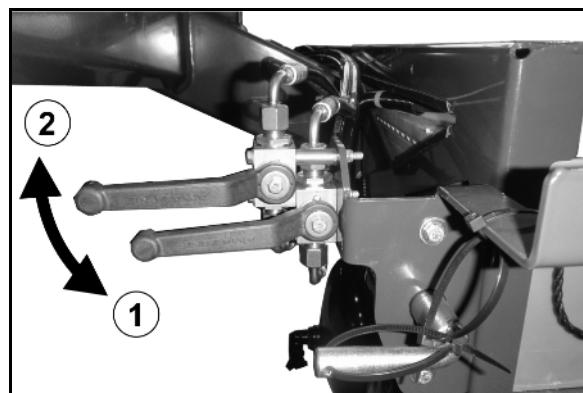

Рис. 26
- Откройте запорные краны на гидравлическом блоке (Рис. 26/1).
- Закройте запорные краны (Рис. 26/2):